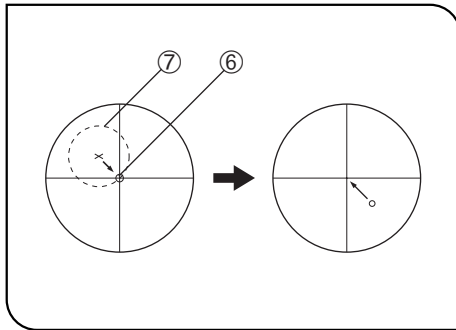

Fig. 21
9. Centrering av vridbart korsbord (Fig. 21 & 22)